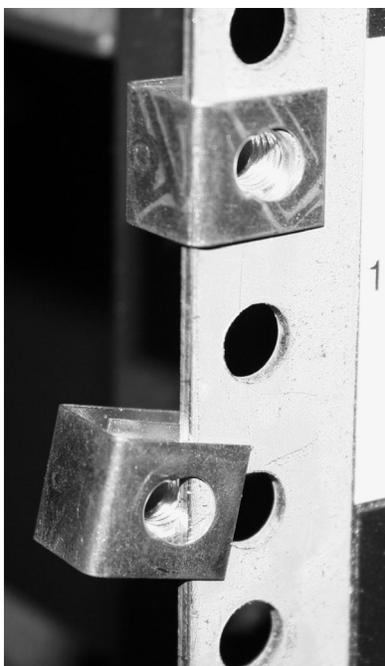

図6. クリップの位置決め
2. 16 ページの図 6 に示すように、4 個の「C」クリップをラックのマウント・バーで位置決めします。